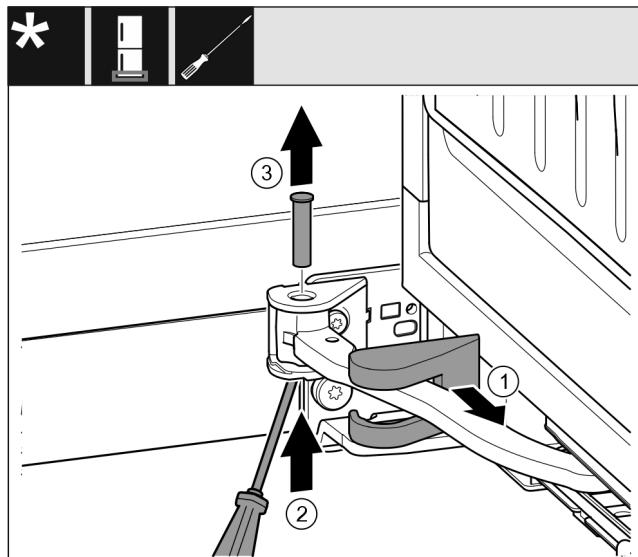

Fig. 15
- Desprindeți capacul suportului de lagăr și deplasați-l de-a lungul articulației. Fig. 15 (1)
- Ridicați de jos bolțul cu degetul sau șurubelnită. Fig. 15 (2)
- Aplicați șurubelnită sub capul bolțului și extrageți. Fig. 15 (3)